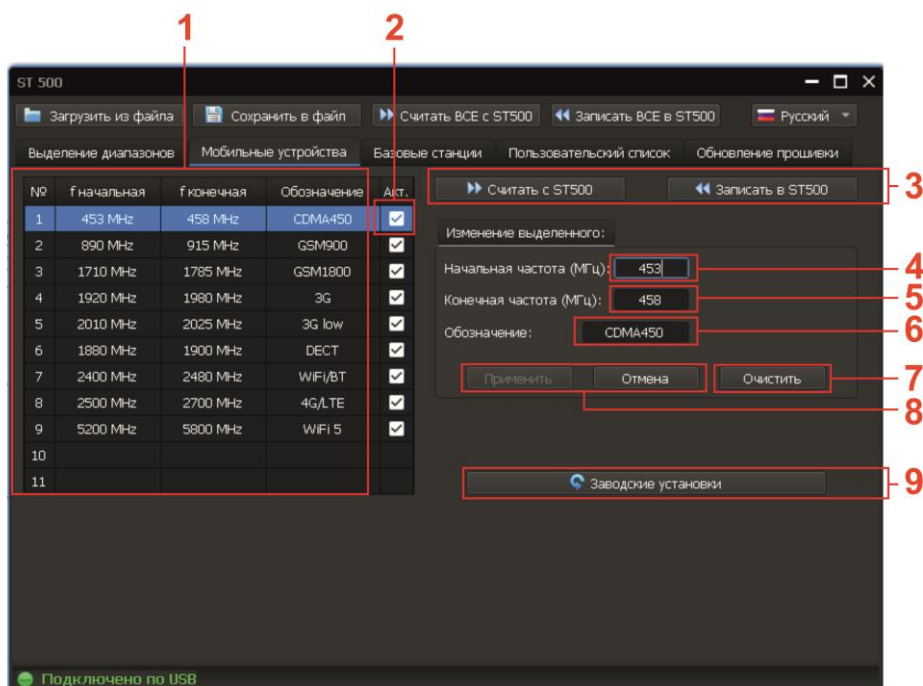

Рис.50
Экран прибора после включения режима представлен на рис.50.
### Цифрами на рис.50 обозначено:
1. Перейти на вкладку «Мобильные устройства». Экран прибора представлен на рис.50
- начальной и/или конечной частоты (рис.50, п.4,5)
- ввести обозначение диапазона (рис.50, п.6)
- установить признак активности (рис.50, п.2)
- начальной и конечной частоты (рис.50, п.4,5)